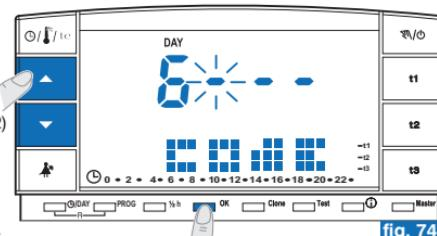
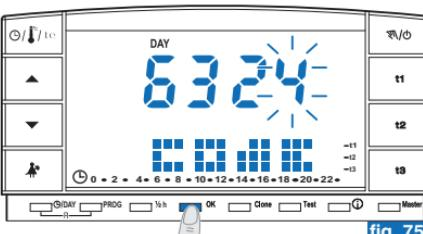

fig. 74
fig. 75
- Configurer le numéro désiré en utilisant les touches **▲▼**; confirmer en appuyant sur la touche **OK** (ex. fig. 74). Effectuer la même procédure pour les trois autres tirets (ex. fig. 75).
- Insérer le mot de passe en cours en utilisant les touches **▲▼**; confirmer chaque valeur en appuyant sur la touche **OK** (exemple sur la fig. 75).